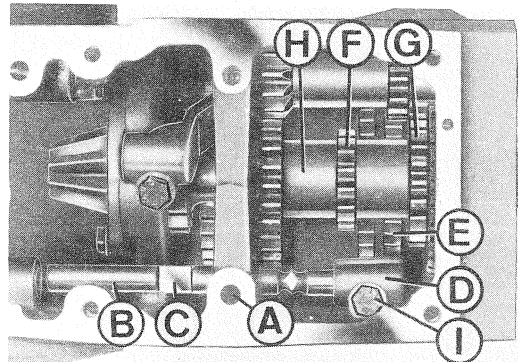

Fig. 22
- 1) La molla e la sfera inserite dal foro **A** devono trovarsi sotto l'asta **B** quindi spostare la stessa in modo che la prima gola, ovvero quella più vicina alla scanalatura **C**, si trovi in corrispondenza della suddetta sfera (vedi fig. 22).
- 2) Spostare la forcella **D** in modo che l'ingranaggio scorrevole **E** si trovi nella posizione intermedia tra le dentature **F-G** dell'ingranaggio secondario **H** (vedi fig. 22).
- 3) Bloccare la forcella tramite la vite **I** (fig. 22).